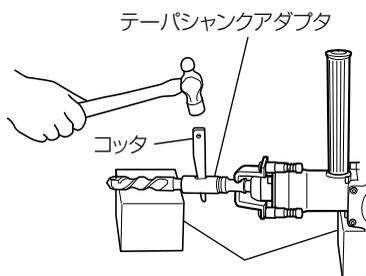

図 11
- (1) テーパーシャンクアダプタにテーパシャンク付ドリルビットを取付けます。
- (2) スイッチを入れ、穴あけ深さ表示溝まで穴をあけます。
- (3) スポイトで掃除した後、アンカーの先端にプラグを付け、手ハンマなどで打込みます。
- (4) テーパーシャンク付ドリルの取りはずしは、テーパシャンクアダプタの長穴部分にコッタを入れ、下に台を置いてコッタの頭を手ハンマでたたいてはずします。(図11)